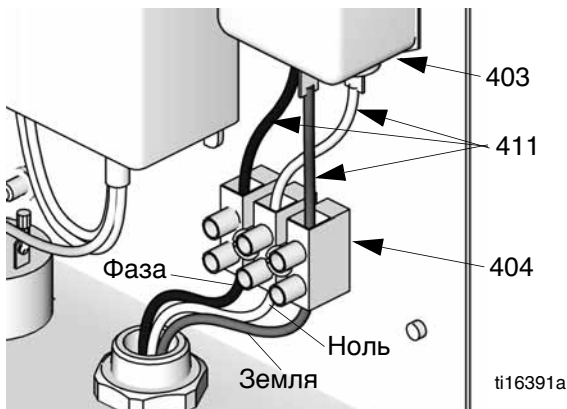
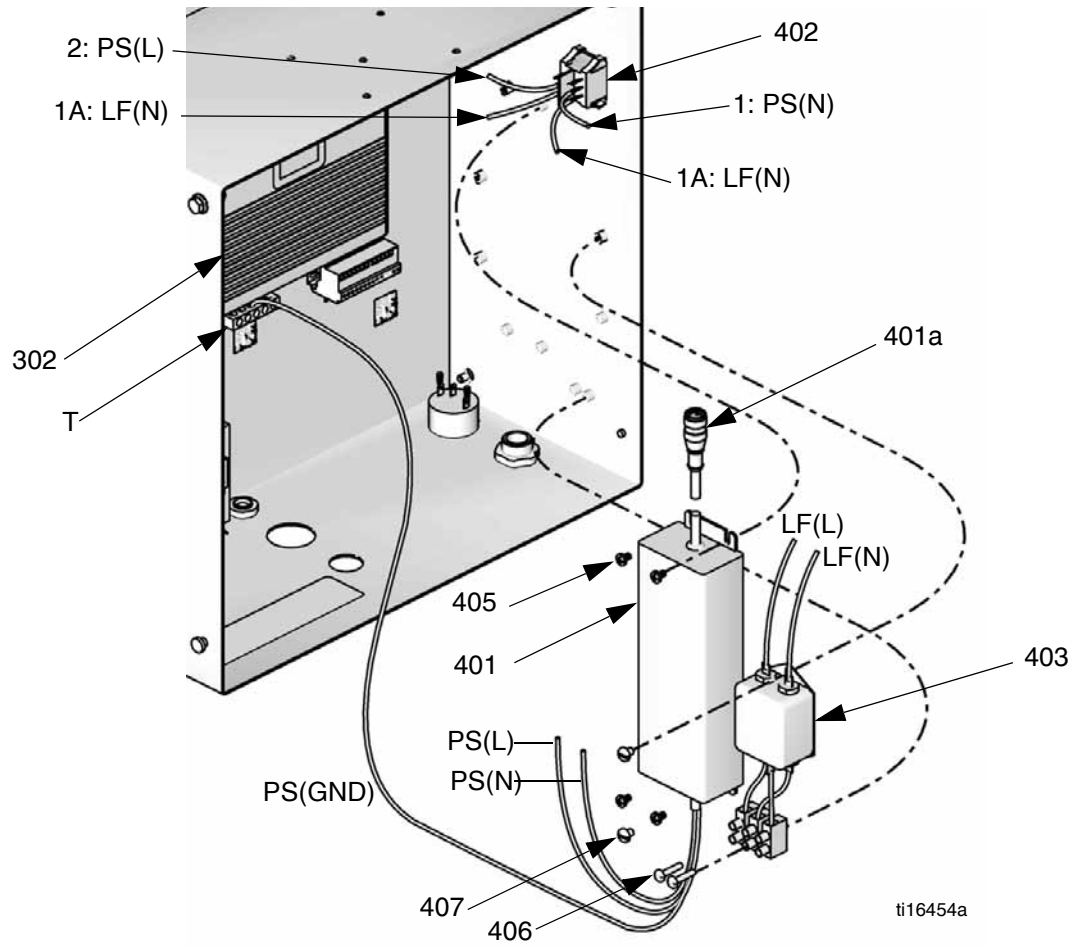

Рис. 5. Электросоединения, выполненные с помощью клеммной колодки
Рис. 8. Замена блока питания от электросети
4. См. Рис. 8. Отсоедините CAN-кабель подачи питания (401а) от усовершенствованного модуля управления подачей жидкости (302).
5. Отсоедините идущие от сетевого фильтра провода и провода линии питания от выключателя питания (402).
7. Отвинтите четыре болта (405) и извлеките блок питания (401). При замене фильтра отвинтите также два болта (407) и извлеките фильтр (403).
8. Установите новый блок питания (401) и сетевой фильтр (403), закрепив их входящими в комплект поставки этих устройств болтами (405, 407) (см. рис.).
9. См. Рис. 8. Подсоедините провода (410/LF) к сетевому фильтру (403) и к выключателю питания (402) (см. рис.). См. также электросхему на рисунке.
10. Подсоедините провода линии подачи питания (411/PS) к выключателю (402) (см. рис.). См. также электросхему на рисунке. Подсоедините провод заземления PS к клемме заземления (Т) усовершенствованного модуля управления подачей жидкости.
11. См. Рис. 5. Подсоедините провода (411) к сетевому фильтру (403) и к клеммной колодке (404) (см. рис.). См. также электросхему на рисунке.